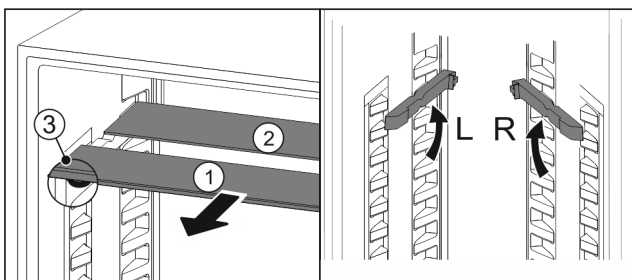

Fig. 77
- ▶ Посуньте Fig. 77 (1) скляну панель вперед.
- ▷ Скляна панель Fig. 77 (1) з декоративною планкою лежить спереду.
- ▷ Стопори Fig. 77 (3) показують вниз.